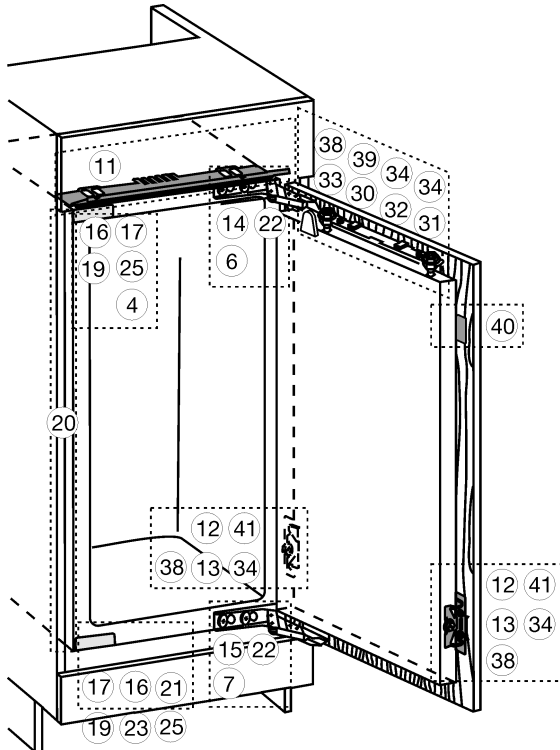
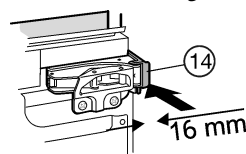
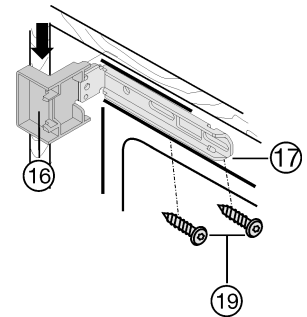
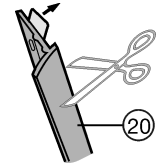

Fig. 7
Fig. 11
Fig. 12
Fig. 13
- ▶ Afdekkingen Fig. 7 (4,6,7) afnemen.
- ▶ Afstandhouder Fig. 11 (14) en afstandhouder Fig. 7 (15) op de scharnieren klikken.
- ▶ Afdekking Fig. 12 (16) boven en afdekking Fig. 12 (17) beneden op de bevestigingshoeken steken.
- ▶ De bevestigingshoeken Fig. 12 (17) boven met schroeven Fig. 12 (19) en beneden met schroeven Fig. 7 (19) zodanig vastzetten dat de hoek nog iets naar links en rechts bewogen kan worden.
- ▶ Beschermfolie van de afdekrail Fig. 13 (20) trekken.
- ▶ Afdekrail Fig. 13 (20) aan de kant van de handgreep en sluitend met de voorkant aan de neus van de afdekking Fig. 12 (16) plaatsen en aan de zijwand van het apparaat opplakken.
- ▶ Afdekrail Fig. 13 (20) indien nodig van onderen inkorten: De afdekrail Fig. 13 (20) moet 3 mm boven de bovenrand van de onderste bevestigingshoek Fig. 7 (17) eindigen.
- ▶ Apparaat inschuiven tot de afdekkingen Fig. 12 (16) de meubelzijwand raken Fig. 12.
- ▶ Houd rekening met de opbouwafmeting (diepte van de deuraanslagonderdelen): Scharnieren en afdekkingen Fig. 12 (16) met de opbouwafmeting uit laten steken.
- ▶ Apparaat via de stelvoetjes met de bijgesloten gaffelsleutel Fig. 7 (21) recht uitlijnen.